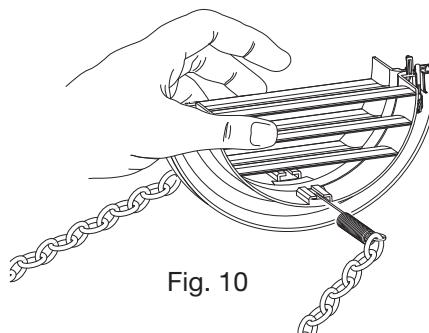

Fig. 10
- Dobla las rejillas exteriores hacia atrás, sujetándolas con tu mano libre donde se pliegan e inserta tus dedos dentro de las aletas individuales. (Fig. 10)